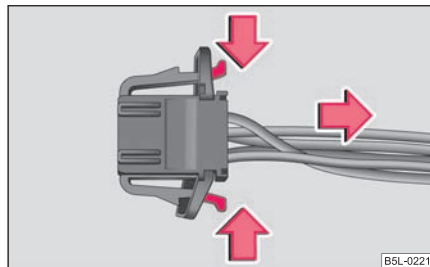

Fig. 243 Deconectarea fișei electrice
- Deconectați fișa electrică ⇒ fig. 243. ■